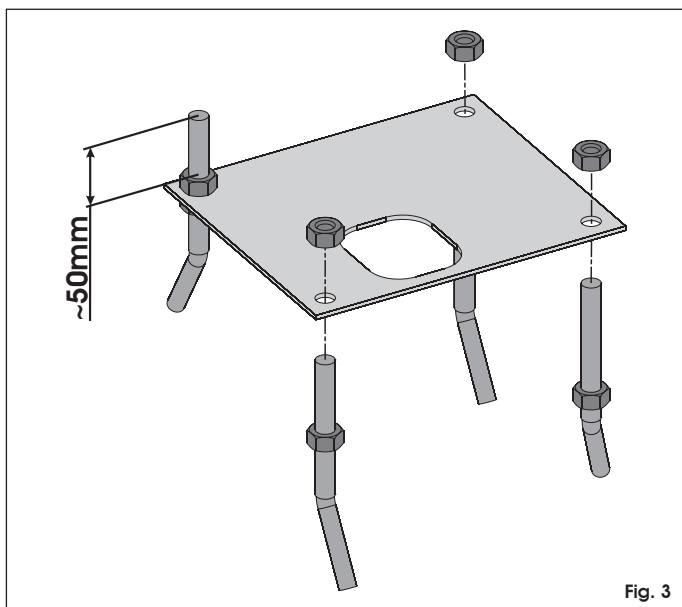

Fig. 3
1. Assembleer de basisplaat zoals in Fig. 3.